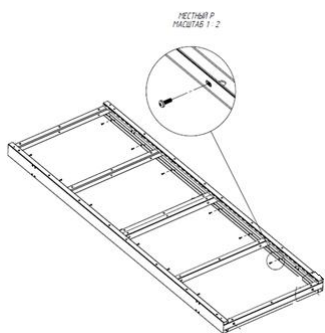

Рисунок 1
5.1.1. Собрать рамы MODUL XL и стенки боковые MODUL XL и закрепить при помощи Шуруп M4,2x16 DIN 7981 (см рис.1). Установить винтовые опоры.